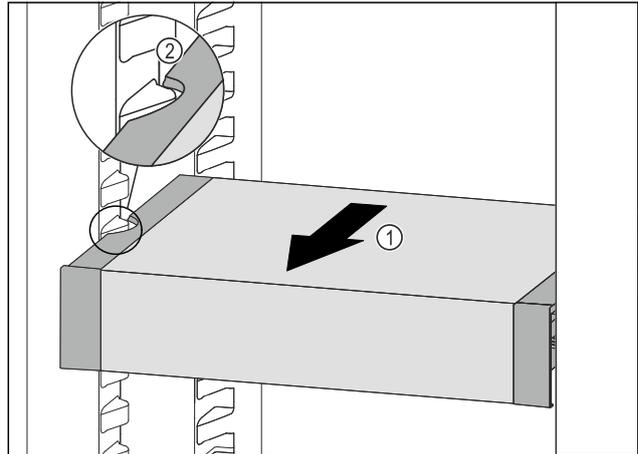

Fig. 78
- ▶ Вытягивайте VarioSafe вперед Fig. 78 (1), пока боковые выемки VarioSafe не окажутся на высоте выступа резервуара в холодильном отделении. Fig. 78 (2)